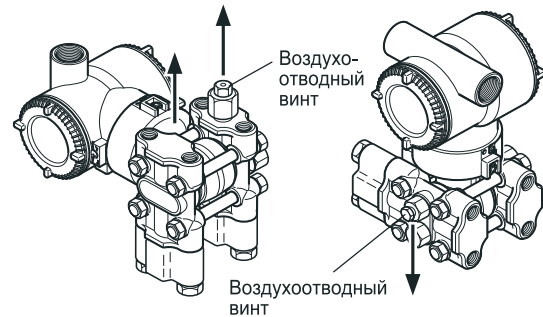

Рисунок 7.6 Сброс газа из датчика
- 1) Постепенно выверните винт сброса и стравите газ из секции детектора давления датчика (см. Рис. 7.6).